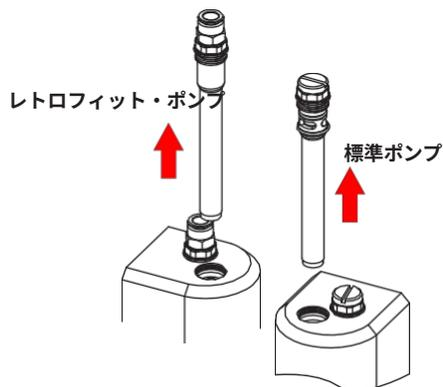

図 16 緩める 流動化チューブ
2. 図 16 を参照してください。液体チューブのアクセス緩め、液体チューブをポンプ本体からまっすぐ引き抜きます。